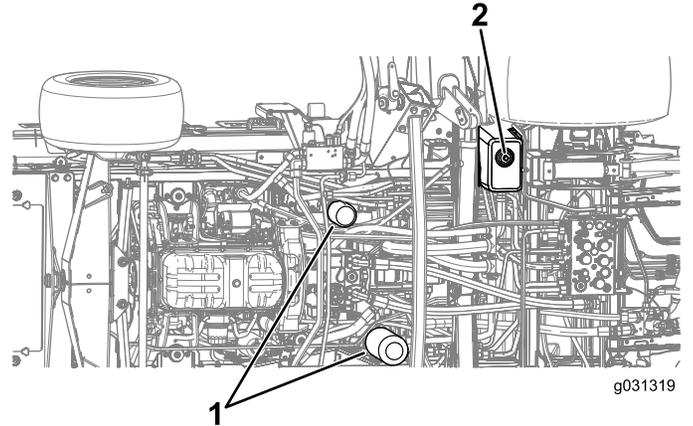

Figura 129
4. Rimuovete il tappo di spurgo dalla base del serbatoio e lasciate fuoriuscire il fluido idraulico nella bacinella (Figura 129).
7. Collocate una bacinella di spurgo sotto il filtro e toglie il filtro (Figura 129).